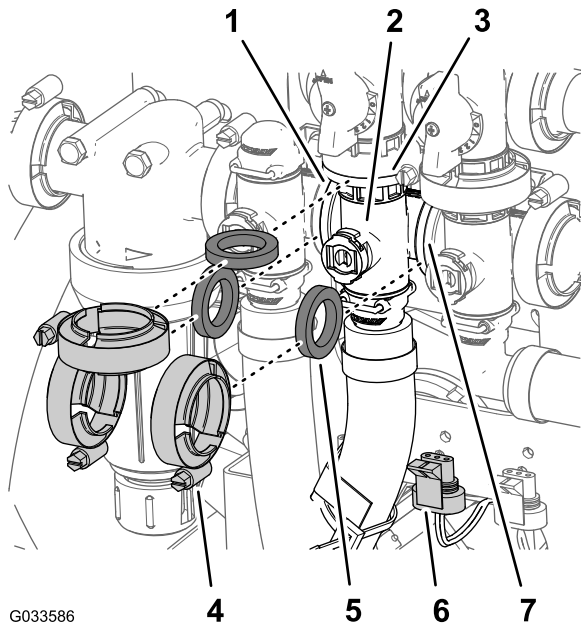

図 112
1. 攪拌バルブ用のマニホールドを攪拌バイパスバルブ、散布量制御バルブ、マスターブームバルブに固定しているフランジクランプ3個とガスケット3枚を外す 図 112。